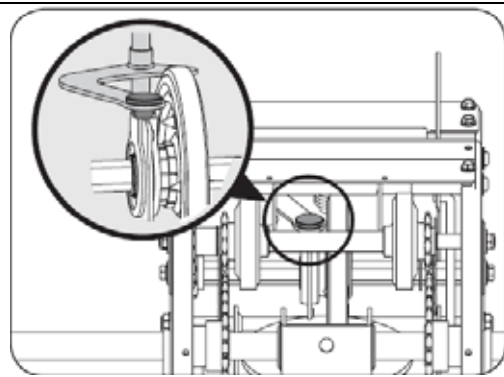

Рис. 40
9. Переустановите фрикционное колесо в сборе на раму снегоуборщика. Установите штырь рычага выбора скорости в фрикционное колесо в сборе и удерживайте в таком положении (См. Рис. 40).